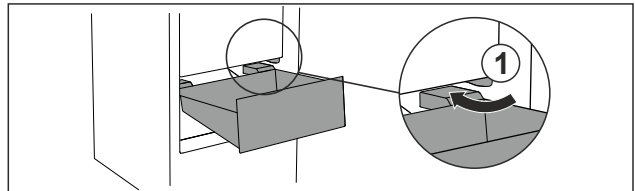

Fig. 87
- ▶ Обвести висувний ящик навкис навколо стопора Fig. 87 (1).